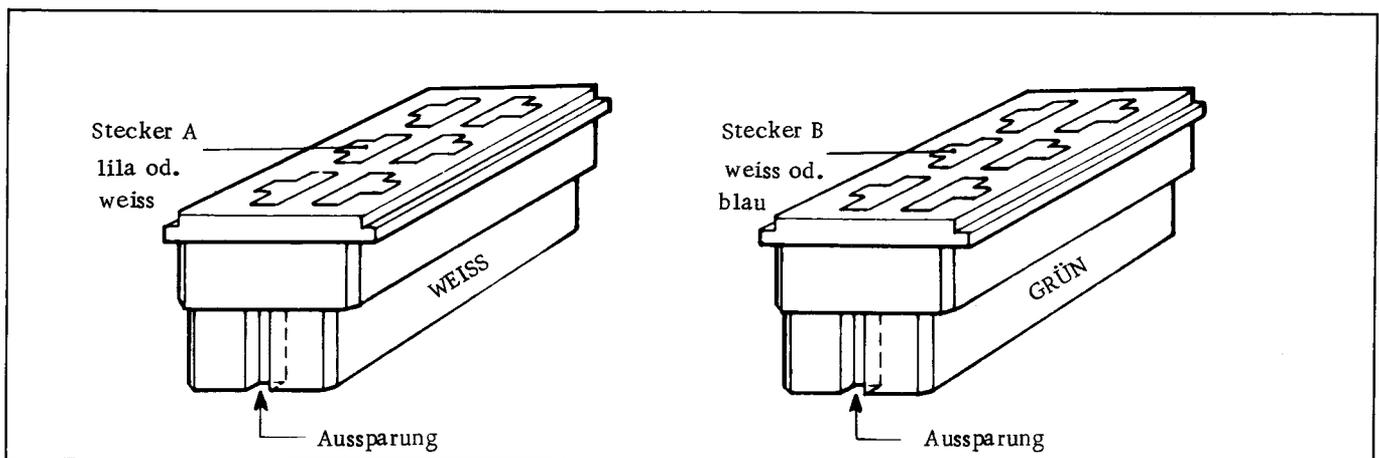

Abb. 2
- d) Zur Durchführung der Kontrollleuchten V1 und V2, wurden die beiden Blinkerkontrollleuchten (linke und rechte) im Kontrollblock verwendet. Vor dem Anschluss 6-fach-Stecker am Kontrollblock abziehen. (Abb. 2).